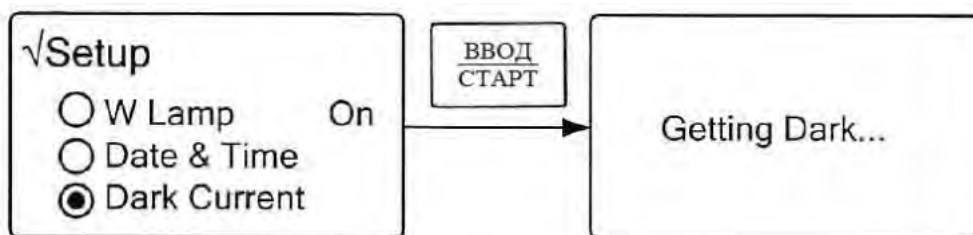

Рисунок 29. Компенсация темнового тока
2.5.2.4. “**Dark Current**” – функция компенсации темнового тока. В процессе длительной работы спектрофотометра для повышения точности измерения рекомендуется периодически проводить расчет темнового тока, значение которого сохраняется в памяти спектрофотометра и в дальнейшем будет использоваться в расчетах. Такая же процедура проводится при включении спектрофотометра. Для проведения процедуры компенсации темнового тока с помощью кнопок “▲” и “▼” выберите строку **Dark Current** и нажмите кнопку “ВВОД/СТАРТ”. Процедура пройдет автоматически (Рисунок 29), после чего прибор вернется в меню настроек.